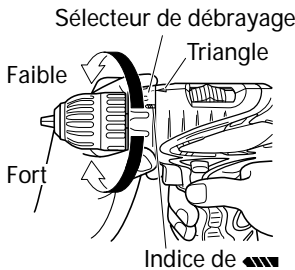

Fig. 16
7. Vérification de la position du sélecteur de débrayage (Voir Fig. 16).
- (2) Indication du couple de serrage (Voir la Fig. 16)
- (3) Réglage du couple de serrage (Voir Fig. 16)